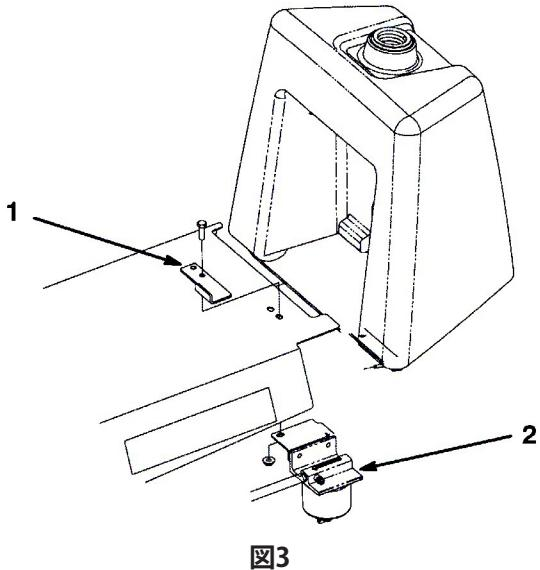

図3
6. 水セパレータのブラケット(図3)をスカートの裏側に固定しているキャップスクリュとナットを外す。
7. 外したキャップスクリュとナット、および付属部品（ $5/16 \times 1$ キャップスクリュとナット）を使って、シート・ストップとウォーター・セパレータをスカートの裏側に固定し、ストップの位置を図3のように調整する。